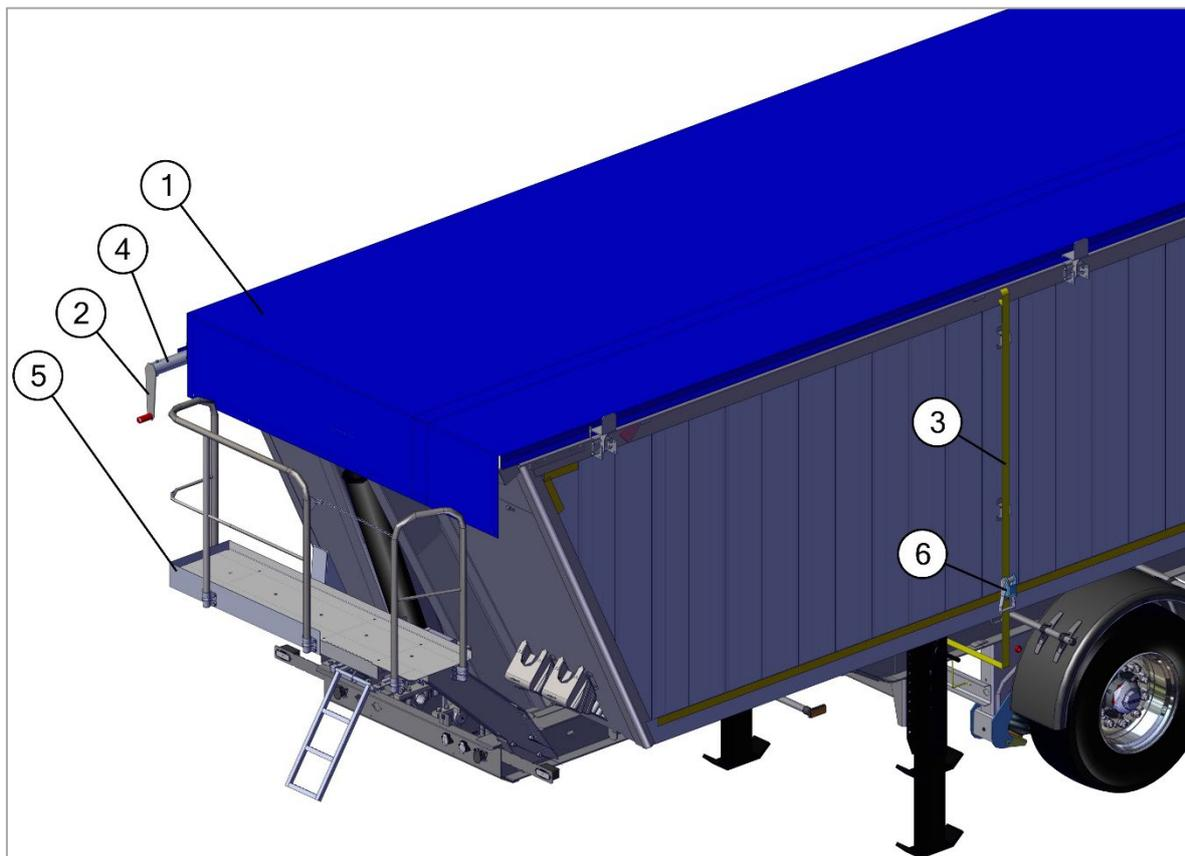

Рис. 95. Затентованный полуприцеп
Тент полуприцепа (Рис. 95) состоит из непосредственно тента, изготовленного из тентового материала (1), трубы (2), механизмов натяжения, состоящих из ремней крепления тента (3) и храповых механизмов (6), расположенных на ремнях крепления тента и отрезков эспандерного жгута для фиксации тента в передней и задней части самосвала в затентованном состоянии.